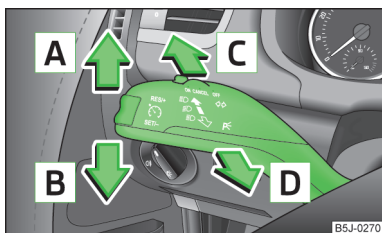

Abb. 23
- Den Blinkerhebel » Abb. 23 auf Seite 45 zum Lenkrad ziehen und gleichzeitig nach unten schieben und in dieser Stellung halten.
- Den Blinkerhebel » Abb. 23 auf Seite 45 zum Lenkrad ziehen und gleichzeitig nach oben schieben und in dieser Stellung halten.
Bedienungshebelstellungen » Abb. 23.
- Den Bedienungshebel » Abb. 23 auf Seite 45 nach oben bzw. nach unten drücken - das Standlicht auf der rechten bzw. linken Fahrzeugseite wird eingeschaltet.